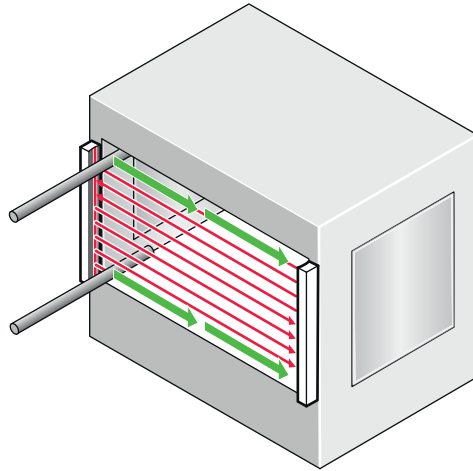

Рисунок 32: Контроль с помощью пробника: 3-й шаг
3. В заключение провести пробником по краям контролируемой зоны, как показано стрелками, *см. рисунок 32*.